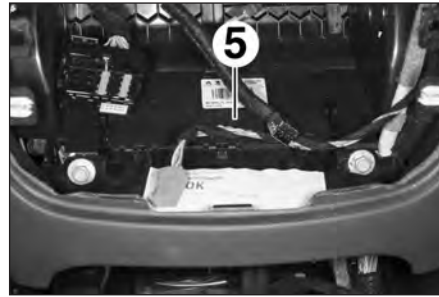

FIG.29
- Dégrafer le calculateur de climatisation (5) et le débrancher (Fig.29).